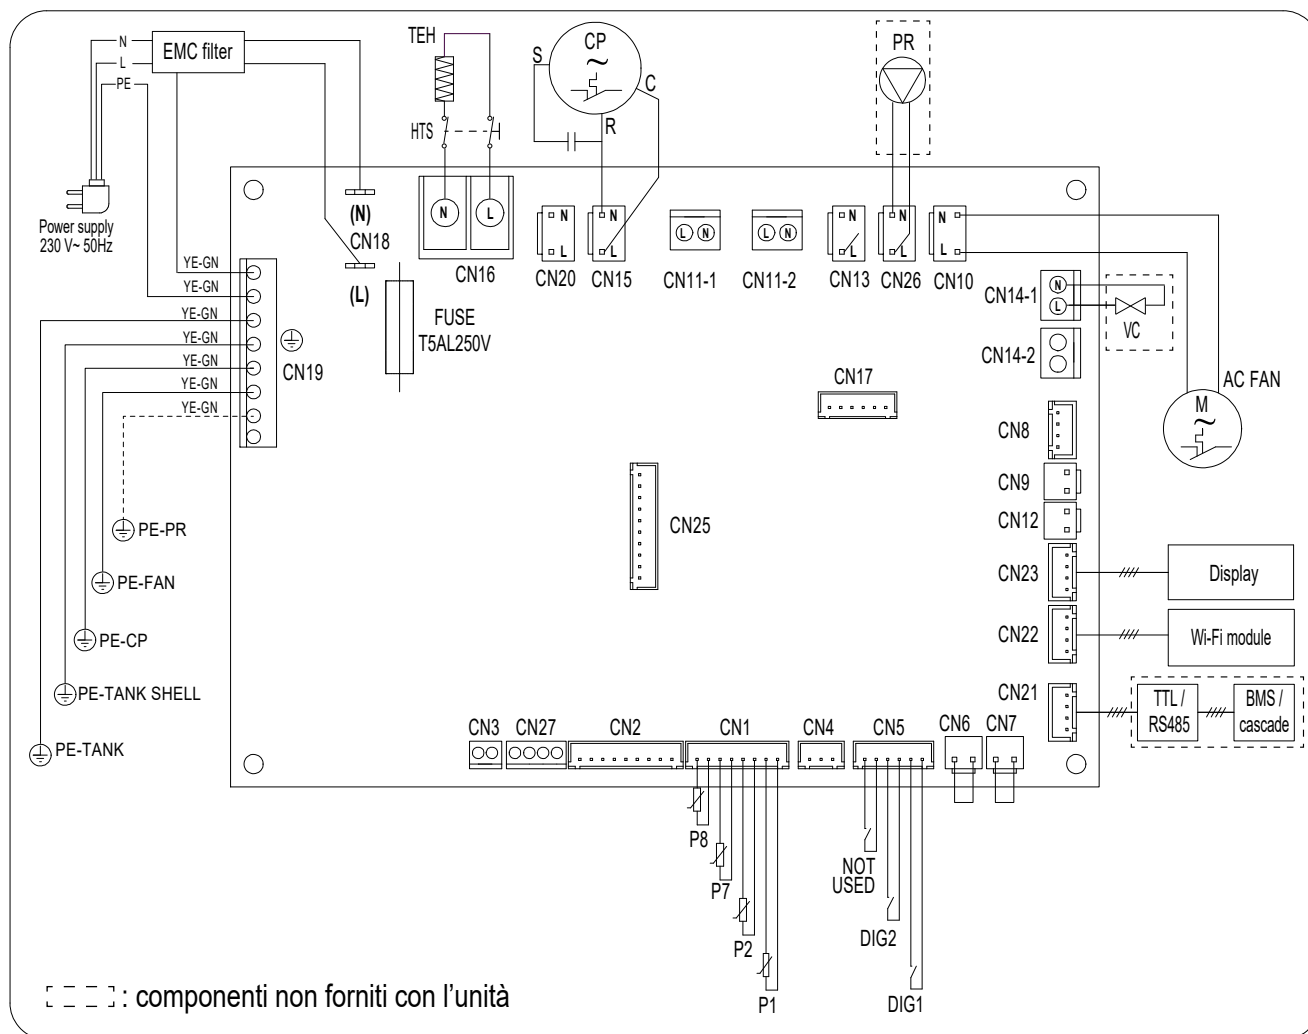

fig. 69 - Schema elettrico dell'apparecchiatura
- 1) La pompa di ricircolo (part. 16) va collegata al morsetto CN26 della scheda madre del master (rif. "fig. 69 - Schema elettrico dell'apparecchiatura" a pagina 54).
- 2) Montare una valvola solenoide normalmente aperta (part. 19) per ciascuna unità della cascata. La valvola va collegata al morsetto CN14-1 (rif. "fig. 69 - Schema elettrico dell'apparecchiatura" a pagina 54) della scheda madre di ciascuna unità.
- 1) La pompa di ricircolo (part.16) va collegata al morsetto CN26 della scheda madre del master (rif. "fig. 69 - Schema elettrico dell'apparecchiatura" a pagina 54).
- 2) Montare una valvola solenoide normalmente aperta (part. 19) per ciascuna unità della cascata. La valvola va collegata al morsetto CN14-1 (rif. "fig. 69 - Schema elettrico dell'apparecchiatura" a pagina 54) della scheda madre di ciascuna unità .